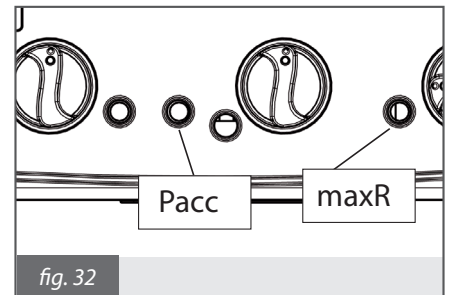

fig. 32
- colocar el regulador de la potencia térmica **maxR** (fig. 32) al MÁXIMO (gírala en sentido HORARIO);
- poner el trimmer **Pacc** (fig. 32) en posición intermedia y, después de haber salido de la función deshollinado (véase apartado 3.2.8.1), verificar que el encendido del quemador se realice de modo correcto y silencioso: si no es así aumentar o disminuir el valor de la potencia de encendido operando siempre sobre el trimmer **Pacc** (girar en sentido horario para aumentar, en sentido antihorario para disminuir);